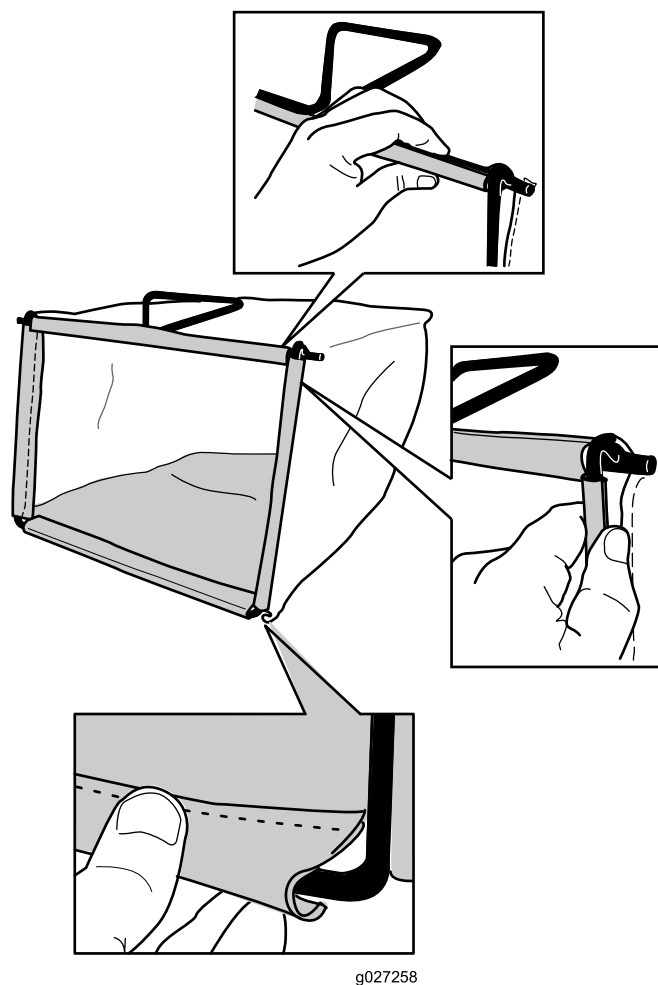

Figure 7
2. Accrochez la glissière inférieure du bac au bas de l'armature (Figure 7).
3. Accrochez les glissières supérieur et latérales du bac au sommet et sur les côtés de l'armature respectivement (Figure 7).